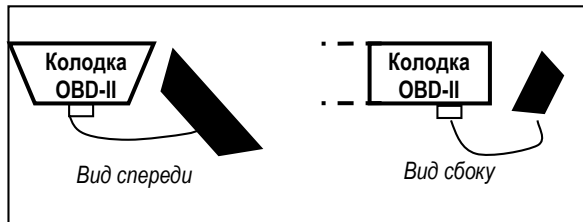

Рисунок 10. Кожух из мягкого пластика.
- кожух из мягкого пластика, закрывающий контакты колодки OBD-II (см.рисунок 10);